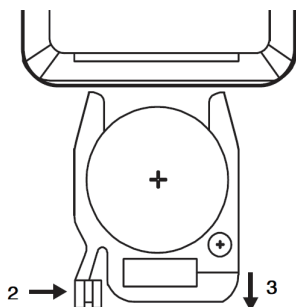

Bild 2
2. Om batteriet i fjärrkontrollen behöver bytas ut, se Bild 2, är det första steget att trycka ut spärren i riktning mot pil 2, det andra steget är att dra ut luckan i riktning mot pil 3, och därefter kan du byta ut batteriet. När du har bytt batteriet trycker du in luckan i fjärrkontrollen i motsatt riktning mot pil 3 tills spärren vid pil 2 låser fast det;